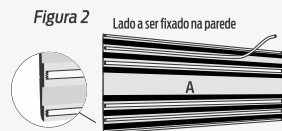

Figura 2
- 2** O produto também pode ser instalado com a utilização de fita dupla face em toda sua extensão. Se esta for a opção, utilizar as saliências do produto para ancorar a fita, conforme a figura 2. Limpar bem a parede para assegurar a qualidade da fixação